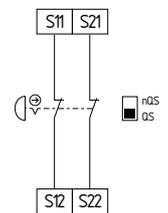

Fig. 9
**Circuito de Paro de Emergencia de dos canales con pulsadores según ISO 13850 y IEC 60947-5-5 (véase fig. 9)**